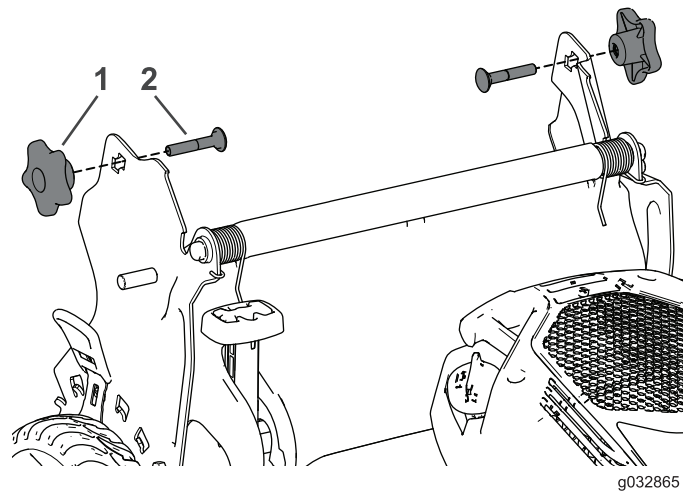

Bild 29
3. Führen Sie die Schlossschraube (mit dem Schraubenkopf nach innen zeigend) durch die Griffhalterung und das obere Loch des Griffendes. Stellen Sie sicher, dass jede eckige Schlossschraube richtig in der dazugehörigen oberen oder unteren viereckigen Öffnung ihrer jeweiligen Griffhalterung sitzt (Bild 29).